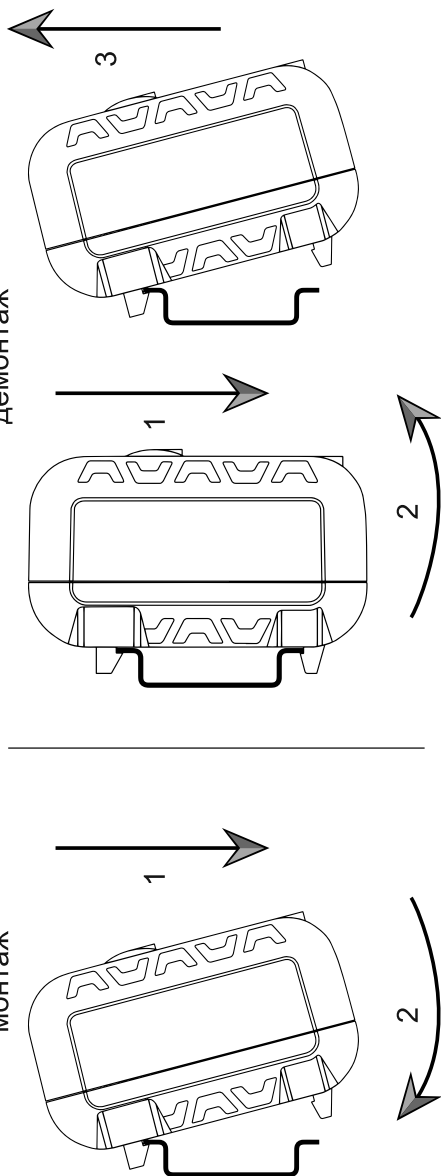

Рис. 2. Последовательность действий при монтаже и демонтаже
- Крепление производится на стандартную 35 мм DIN-рейку с помощью защелок (см. Рис. 2)